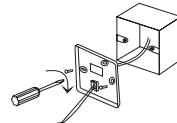

Рис. 2
4. Как показано на рис. 2, закрепите заднюю крышку пульта на стене или распаячной коробке с помощью комплектных саморезов M4x20.